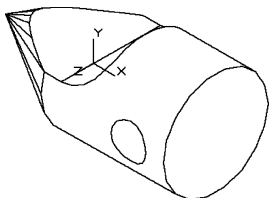

图 13-8 差集圆柱体后的实体
(7) 单击“三维工具”选项卡“实体编辑”面板中的“差集”按钮,选择实体图形与两个圆柱体进行差集运算。结果如图13-8所示。